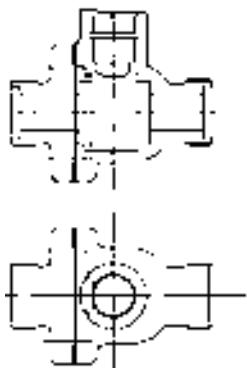

图 9-13 插入阀盖后的图形
2) 插入阀盖平面图。选择菜单栏“工具”→“选项板”→“设计中心”命令，弹出“设计中心”对话框。在相应的文件夹中找出“阀盖主视图”，并选择其下的“块”选项，右边的图框中出现该平面图中定义的块，如图 9-12 所示。插入“阀盖主视图”块，插入的图形比例为“1：1”，旋转角度为“0”，插入点的坐标为(84,200)。由于阀盖的外形轮廓与阀体的左视图的外形轮廓相同，故“阀盖左视图”块不需要插入。因为阀盖是一个对称结构，所以把“阀盖主视图”块，插入到“阀体装配平面图”的俯视图中，结果如图 9-13 所示。